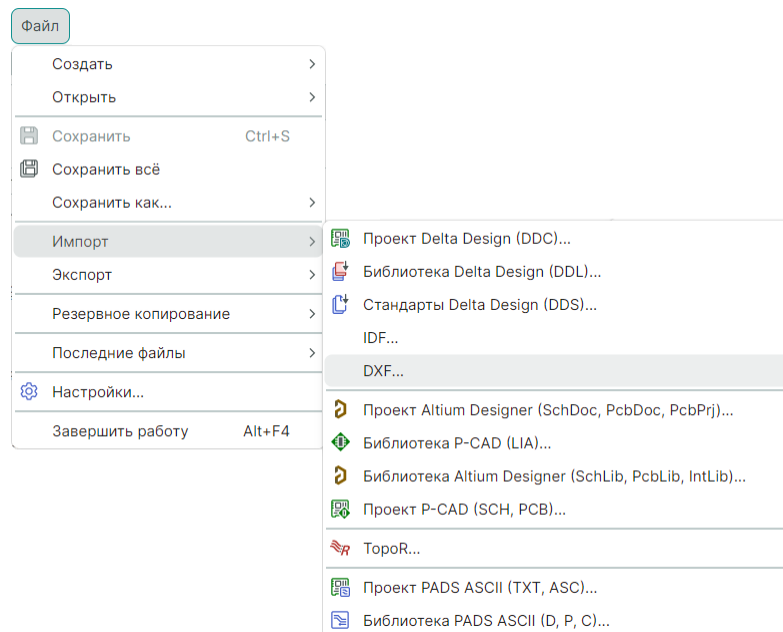

Рис. 3 Вызов импорта из главного меню
2. Используйте раздел главного меню «Файл» → «Импорт» → «DXF...», см. Рис. 3.